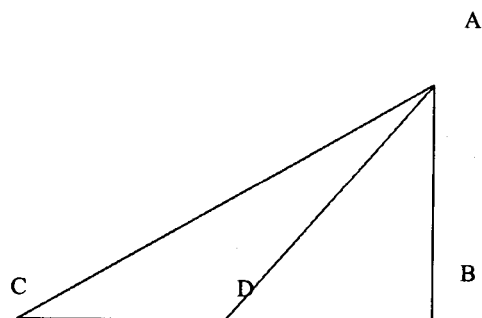
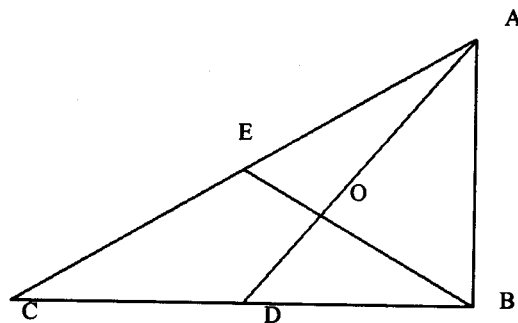

图 17 绘制中线
图 20 绘制中线 BE
(1) 单击“绘图”工具栏中的  (直线) 按钮, 绘制如图 17 所示的 AD 线段, 命令操作如下:
(2) 单击“绘图”工具栏中的  (直线) 按钮, 在如图 17 的基础上再绘制一条中线 BE, 找到三角形的中心点 O, 如图 20 所示, 命令操作如下: